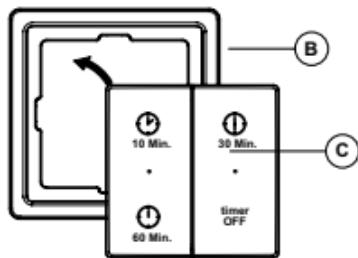

Fig 5.
2. W razie potrzeby umieść przełącznik C w ramce B (rys. 5) i dociśnij przełącznik, aż zatrzaśnie się we właściwym miejscu.